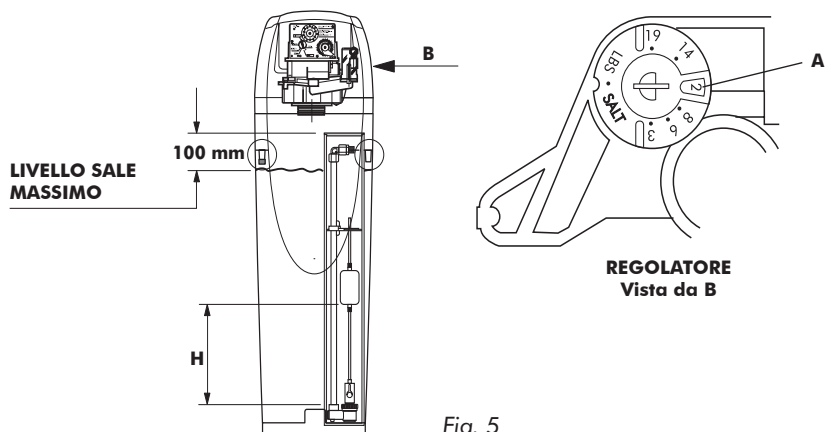

Fig. 5
- 1 Riempire il contenitore di sale fino a 10 mm dal bordo tubo salamoia (vedi Fig. 5)
- 9 Controllare il regolatore salamoia (vedi Fig. 5): nella finestrella (A pos.B) deve apparire il valore in funzione del modello dell'addolcitore (vedi TABELLA INDICATIVA REGOLATORE SALAMOIA (A)).